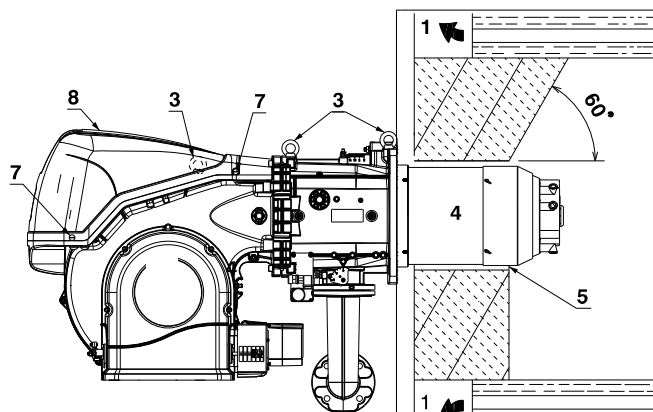

Fig. 15
Pentru centralele cu trecere frontală a gazelor arse 1)(Fig. 15) sau cu cameră de flacără inversă, o căptușeală refractară 5), între căminul refractar 2) și duza 4).
Pentru cazanele cu partea frontală răcită cu apă, căptușeala refractară 2)-5)(Fig. 15) nu este necesară, cu excepția cazului în care se solicită în mod expres de către producătorul cazanului.
Pregătiți un sistem de ridicare adecvat prin agățarea inelelor 3)(Fig. 15), după ce ați îndepărtat șuruburile 7) de fixare a capotei 8).
- Glisați protecția termică furnizată peste duza 4)(Fig. 15).